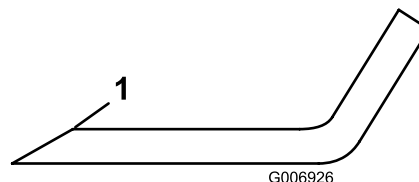

Figura 97
5. Controllate i taglienti di tutte le lame, e affilateli se fossero ottusi o scheggiati. Affilate soltanto la parte superiore del tagliente e mantenete l'angolo di taglio originale per garantire l'affilatezza (**Figura 97**).
6. Se smussato o scheggiato, affilate soltanto la parte superiore del tagliente e mantenete l'angolo di taglio originale (**Figura 97**).